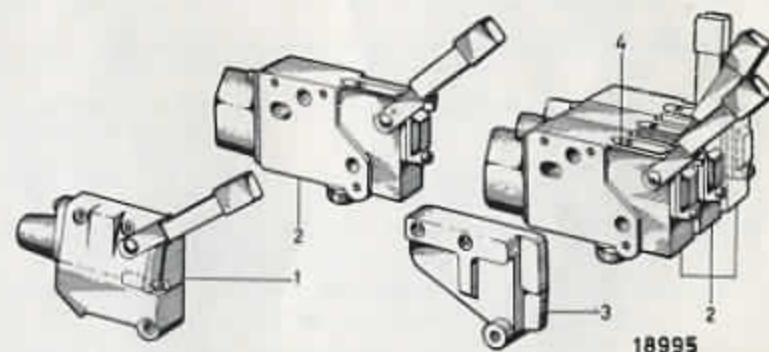

Fig. 54
- a) 1 distributeur **complémentaire terminal** (1) (pilotant le vérin hydraulique d'une remorque à benne basculante ou le vérin de positionnement d'une barre faucheuse menée mécaniquement).
- e) 3 distributeurs **complémentaires intercalaires**, le **dernier coiffé d'un obturateur**; cette combinaison sera alors réalisée lorsque le montage d'un distributeur complémentaire terminal (borgne) échouera par manque de place, en général à cause de la présence du garde-boue — Obturateur = (3 — fig. 54).